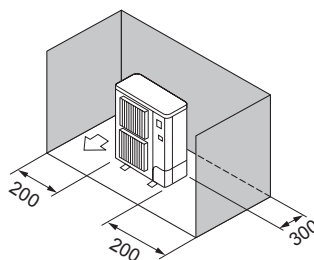

Fig. 2-8
- ③ Ovire samo na zadnji in obeh bočnih straneh (Fig. 2-8)